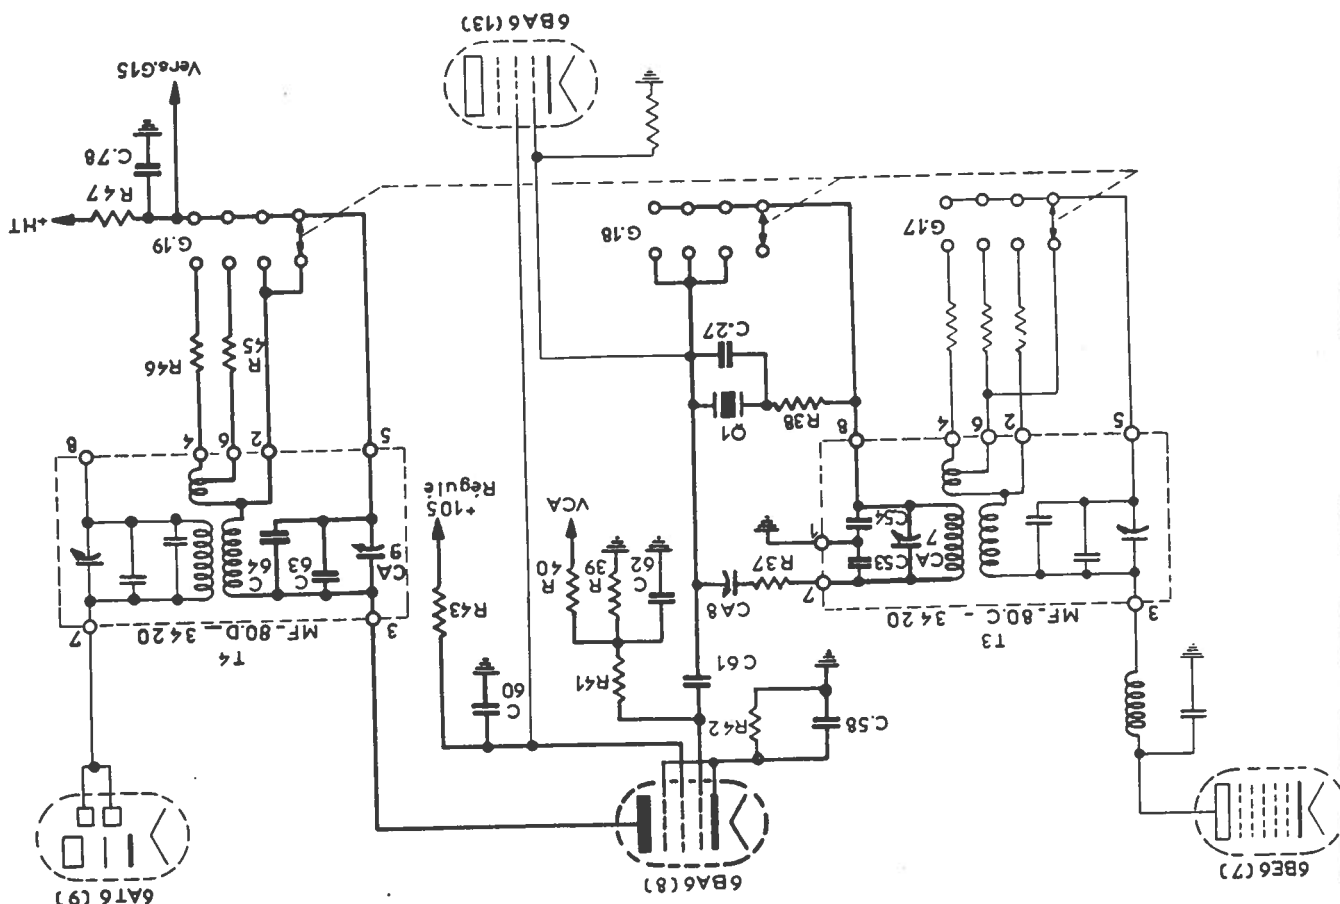

Figure 11. — Etage amplificateur moyenne fréquence 80 kilocycles.
5.06 ETAGE AMPLIFICATEUR MOYENNE FREQUENCE 80 KILOCYCLES (fig. 11).